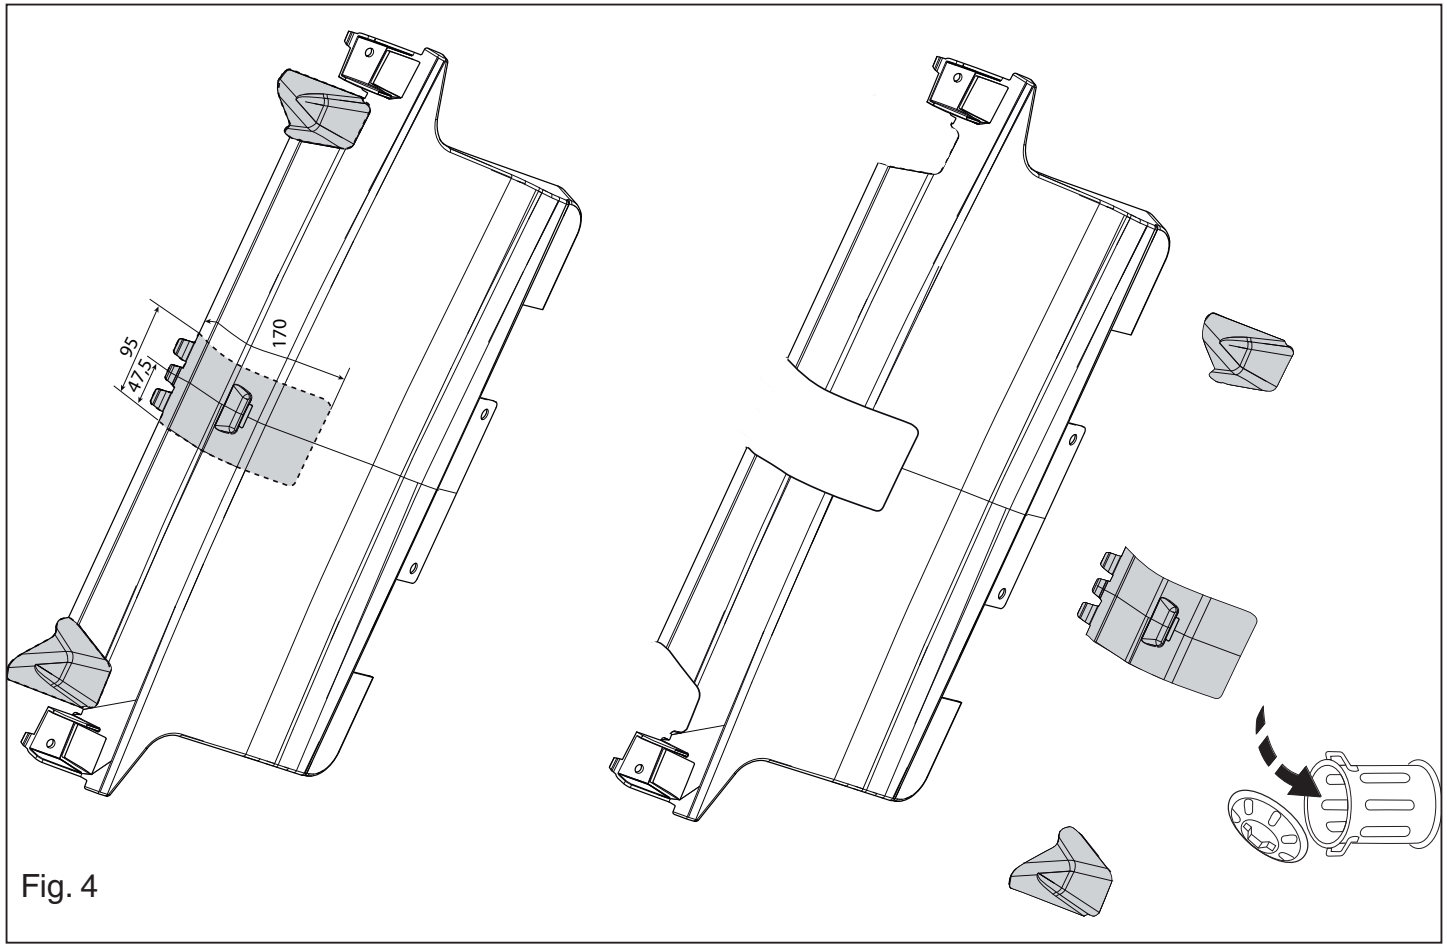

Fig. 4
11. Выпилить обозначенные части, как указано на рис. 4 и 5.